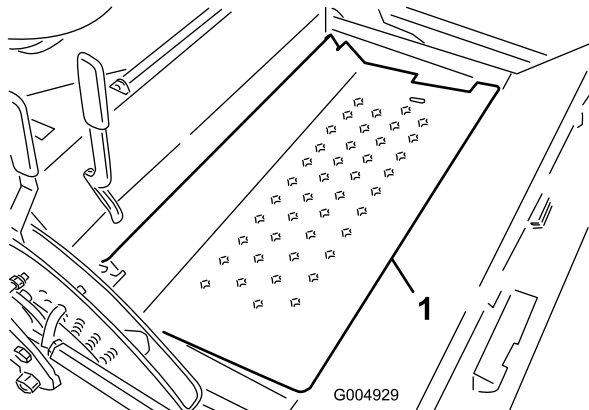

Figura 98
13. Abra la chapa de suelo (Figura 98), y coloque la varilla de sujeción.